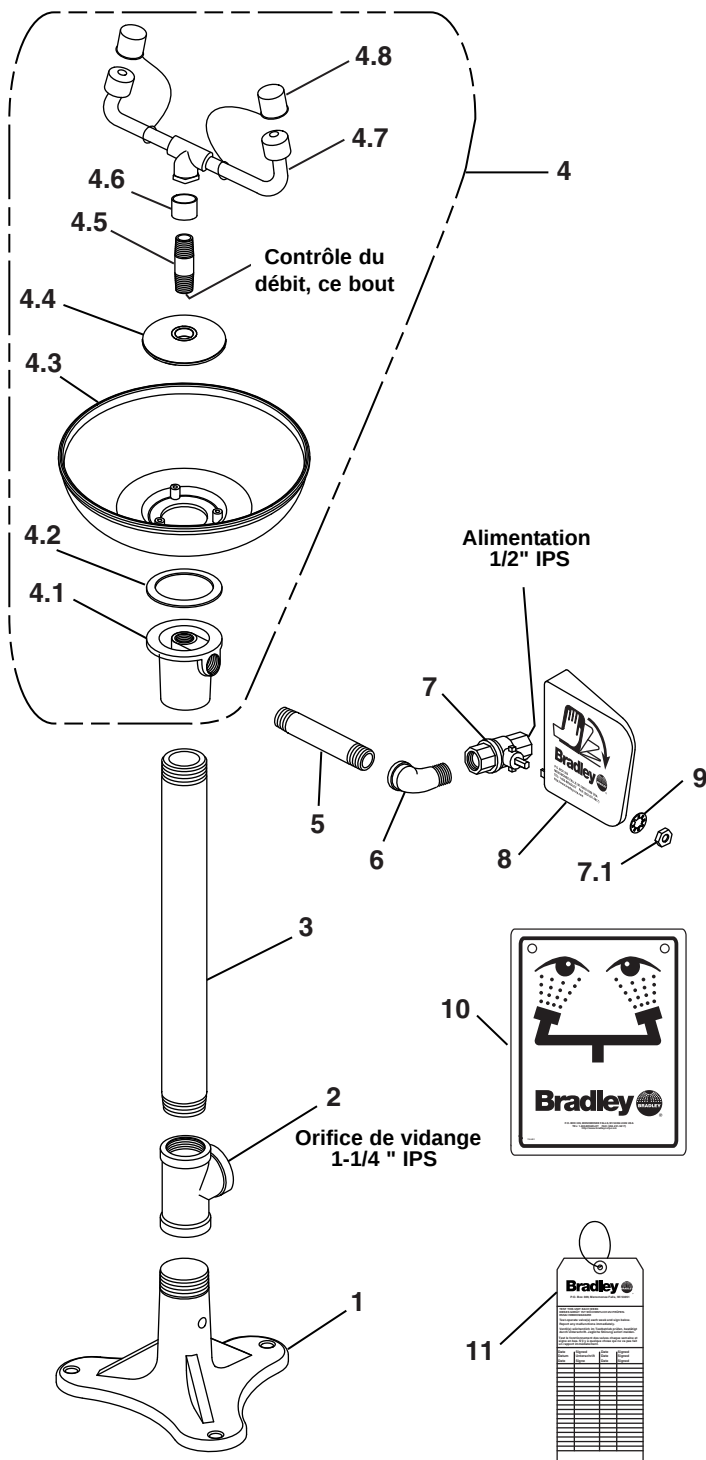

Figure 2a
1. Monter le douche oculaire comme sur la Figure 2a page 8 (pour les appareils à vasque en plastique) ou la Figure 2b page 9 (pour les appareils à vasque en acier inox).